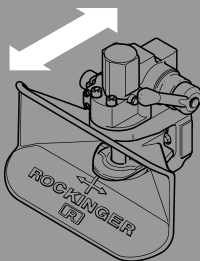

Abb. 9
- Kupplungskopf (nicht Fangmaul) in abgekuppeltem Zustand in Fahrtrichtung kräftig bewegen (s. Abb. 9)